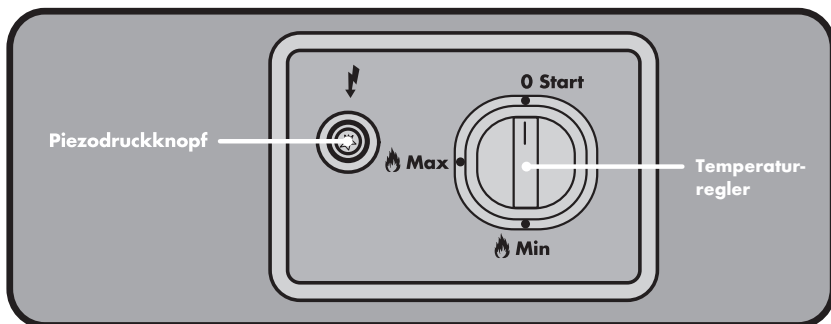

Abb. 5: Bedienfeld
2. Vergewissern Sie sich, dass der Drehknopf am Bedienfeld auf der Position STAR steht. Sollte dies nicht der Fall sein, drücken Sie den Drehknopf leicht nach unten und drehen Sie ihn auf die Position START (siehe Abb. 5)
4. Betätigen Sie dann bei gleichzeitig gedrücktem Drehknopf den Piezodruckknopf mehrmals hintereinander, um die Wächterflamme zu entzünden (siehe Abb. 5). Ist die Wächterflamme sichtbar, gehen Sie wie folgt vor: